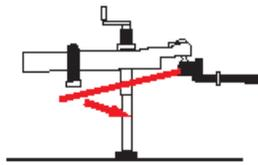

Figure 34
5. Une fois la tension sur les barres de torsion enlevée, retirez les goupilles en L des bras de torsion du support en L. (Figure 34)